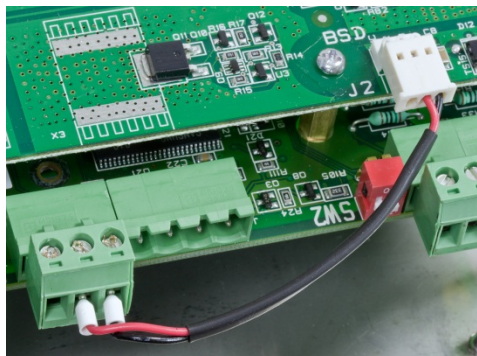

Figura 3-31: Conexión de la IND560x-PAB (J2) con el IND560x (J1)
9. Se requiere una conexión adicional, entre J2 de la IND560x-PAB y J1 de la tarjeta principal del IND560x. Se incluye un conector en el paquete de conexión de la IND560x-PAB. Instale este conector de acuerdo con el código de colores de conductores descrito en la Tabla 3-9 y como se muestra en la Figura 3-31.